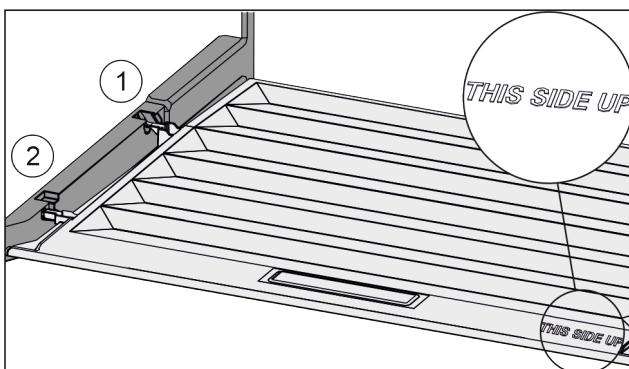

Fig. 125
- Výstupky veka zaveďte cez otvor zadného držiaka Fig. 125 (1) a zaistite vpredu v držiaku Fig. 125 (2).